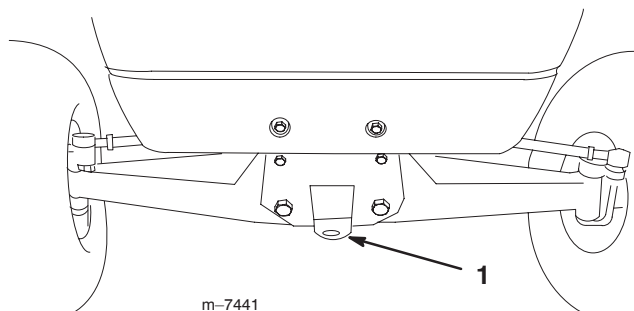

Bild 22
2. Befestigen Sie ein Schleppkabel an der Lasche am vorderen Chassisteil (Bild 22).